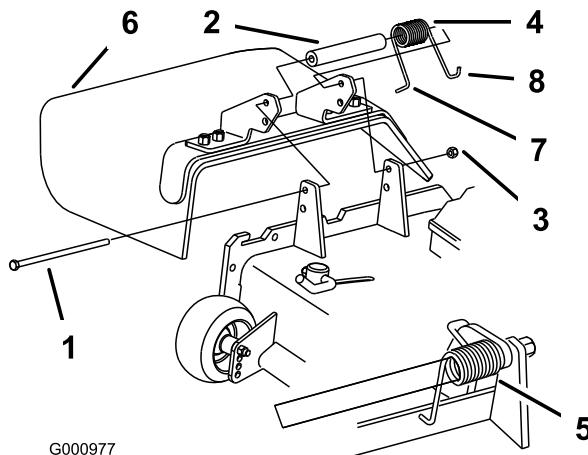

Bild 89
**Hinweis:** Stellen Sie sicher, dass sich das L-förmige Ende der Feder hinter der Mähwerk-Kante befindet, bevor Sie die Schraube einsetzen, wie in Bild 89 abgebildet.
- Setzen Sie die Schraube und Mutter ein. Führen Sie das J-förmige Hakenende der Feder um das Ablenkblech (Bild 89).
- Entfernen Sie die Sicherungsmutter, Schraube, Feder und das Distanzstück, mit denen das Ablenkblech an den Drehhalterungen befestigt ist (Bild 89). Entfernen Sie defekte oder abgenutzte Ablenkbleche.